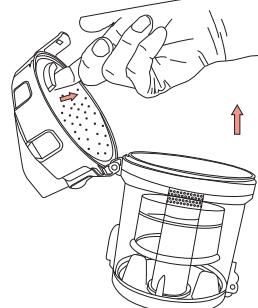

Fig.17
(4) Zoals in fig.17, neem het HEPA filter uit het apparaat.